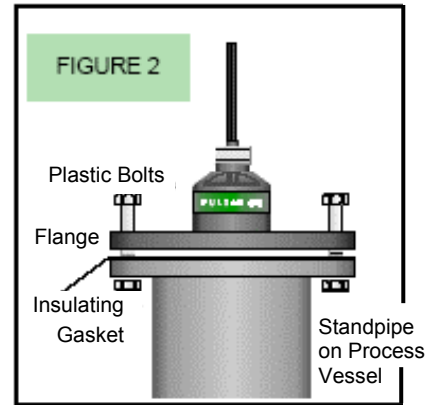

FIGURE 2
- דגמי גששים עם אוגן (פלנג') בהתקנת גששים משתמשים בברגים פלסטיים ומכניסים אטמים בין האוגן של הגשש לבין האוגן של המיכל (ראה Fig.2). את הברגים יש לחזק בכוח היד בלבד.